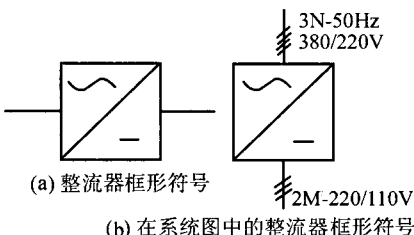

图 1-3 框形符号
(5)框形符号 还有一类图形符号,是只用来表示元件、设备等组合及其功能,既不给出元件、设备的细节,也不考虑所有联接的一种简单图形符号,如圆形、正方形、长方形等,称为框形符号。例如,图 1-3 所示为整流器框形符号,它仅